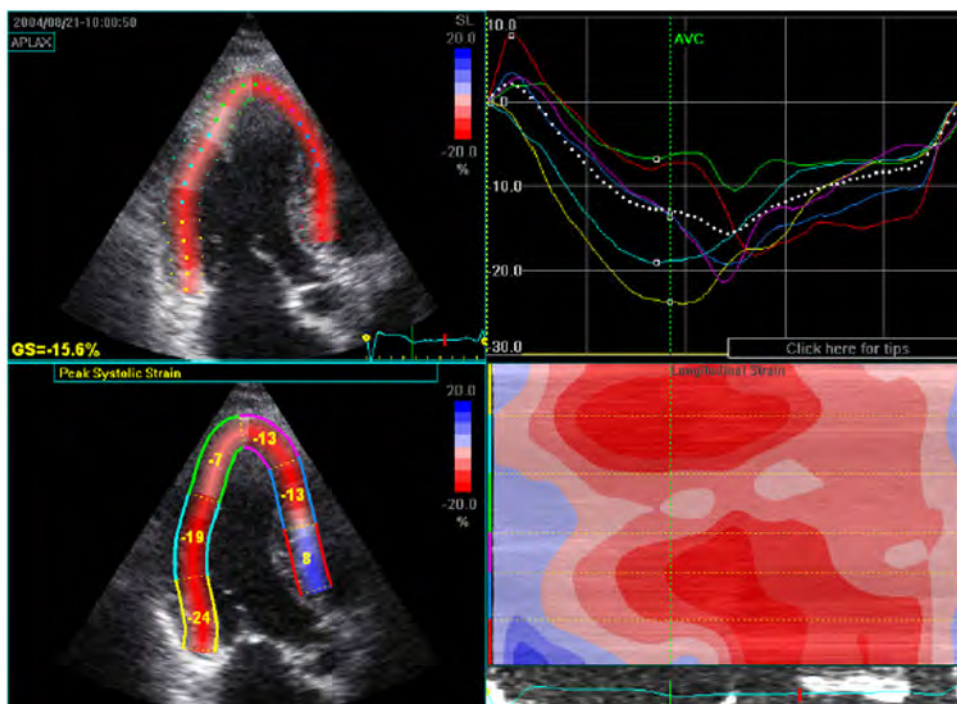

Рис. 13-112. Четырехэкранный режим просмотра для проекции APLAX
- Четырехэкранный режим (см. Рис. 13-112 на стр. 13-266), отображающий: